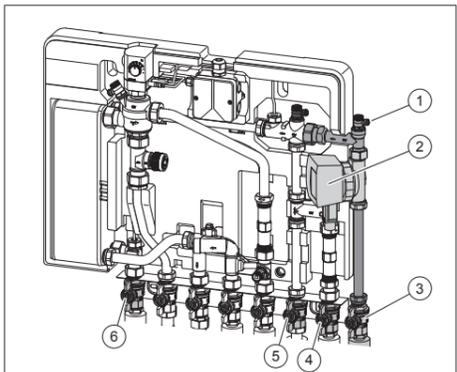

Fig. 2: Montage du circulateur à haut rendement
(1)	Purgeur d'air
(2)	Circulateur à haut rendement Wilo STAR-Z NOVA
(3)	Robinet à tournant sphérique conduite de bouclage d'E.C.S.
(4)	Robinet à tournant sphérique arrivée d'eau froide
(5)	Robinet à tournant sphérique sortie d'eau froide
(6)	Robinet à tournant sphérique sortie E.C.S.
- Fermer les robinets à tournant sphérique (3), (4), (5) et (6) (voir Fig. 2).
- Ouvrir le purgeur d'air pour mettre la partie de l'installation hors pression (voir Fig. 2 (1)).
i La flèche sur le corps indique le sens de circulation. Monter le circulateur de telle manière que la flèche pointe sur le purgeur d'air (voir Fig. 2 (1)).